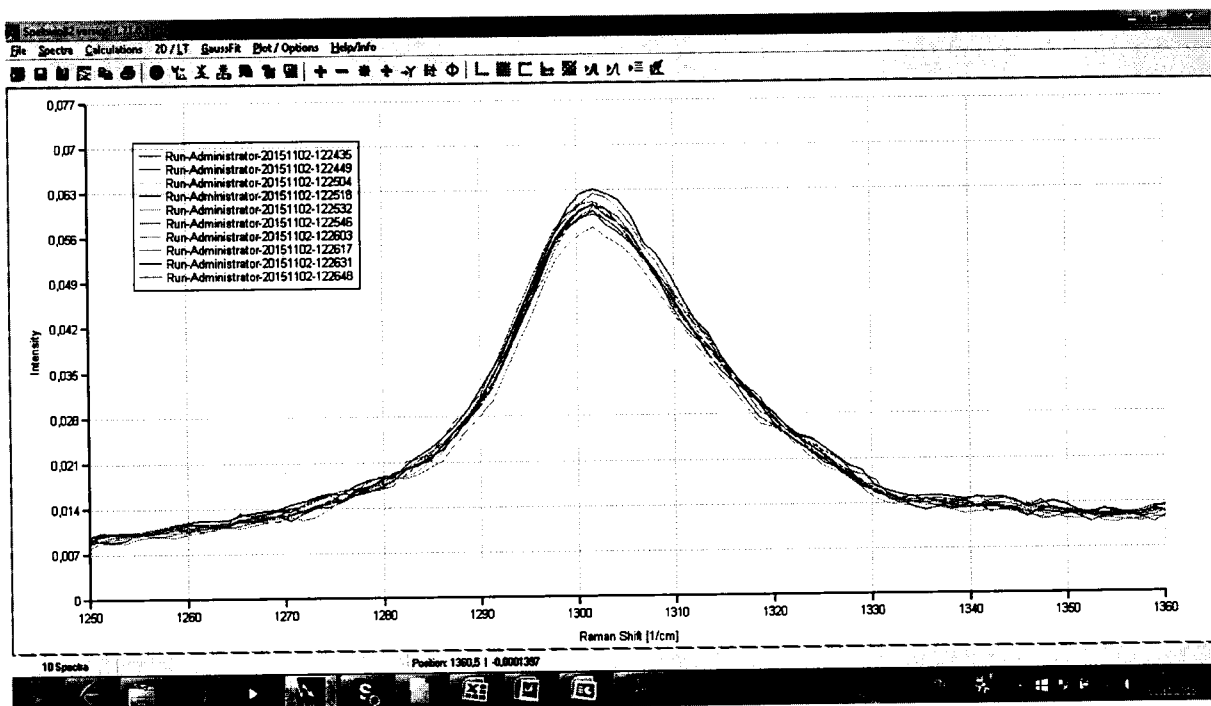

Рис.5. Спектральные линии, используемые для расчетов (n=10).
6.4.1.9. Пользуясь кнопками мыши, масштабировать спектр и выделить максимум линии 1302 см^{-1} (рис.5). Последовательно наводя курсор мыши на максимумы линии 1302 см^{-1} (рис.5), записать интенсивность каждой линии. Рассчитать относительное СКО выходного сигнала (выраженное в %) по формуле: